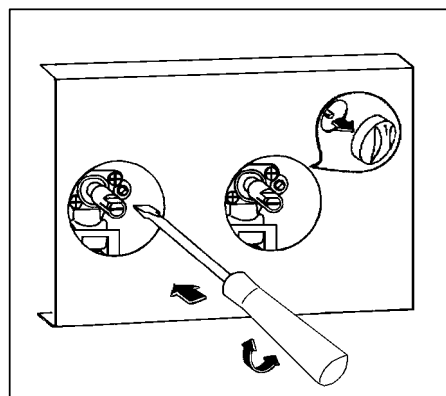

fig. 21
4. Dévissez ou vissez la vis pointeau (qui se trouve à droite de l'axe robinet fig. 21) jusqu'à l'obtention d'une flamme très courte mais stable pour le gaz naturel. Pour le gaz butane - propane, vissez totalement la vis dans le sens des aiguilles d'une montre sans forcer.